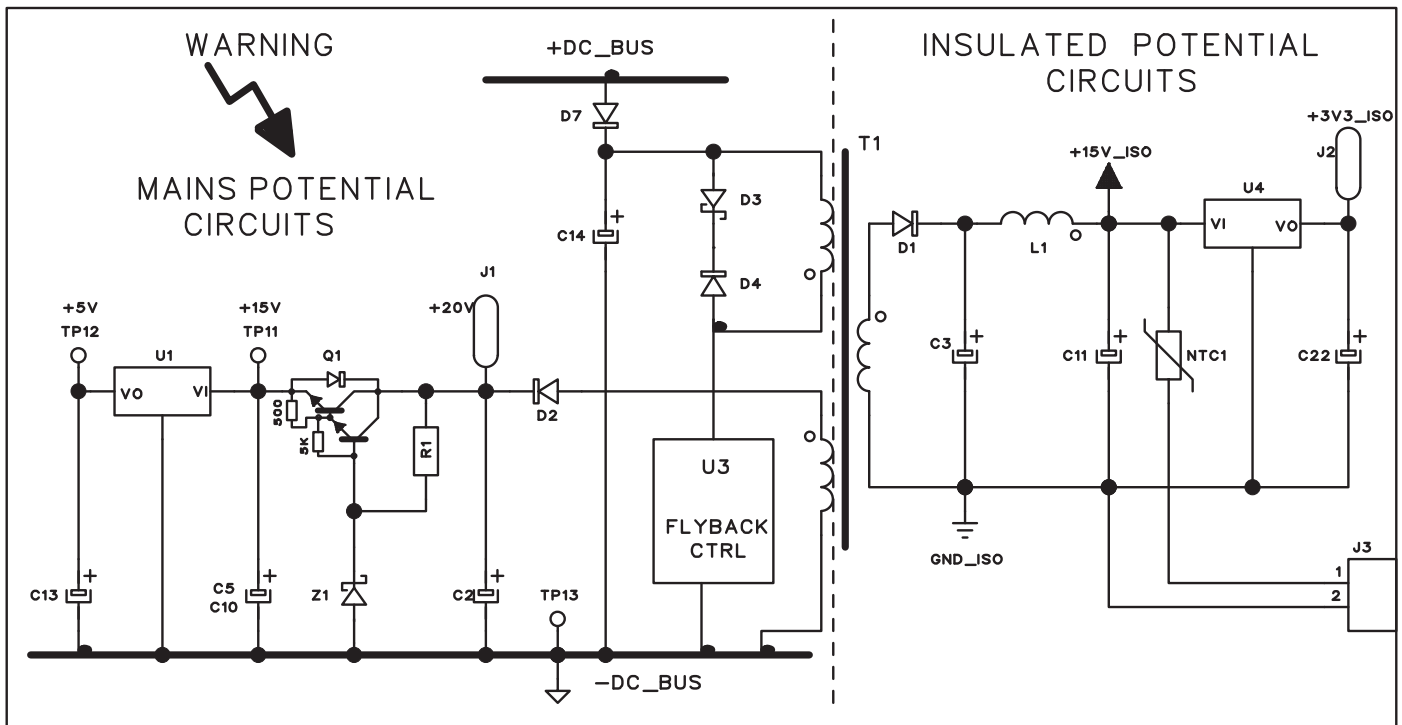

Fig. 2.3.2
Queste tensioni sono misurabili sui connettori J2, J3 e sui test point J1, TP11, TP12, TP13 su scheda potenza (34), come indicato in Fig. 2.3.2.